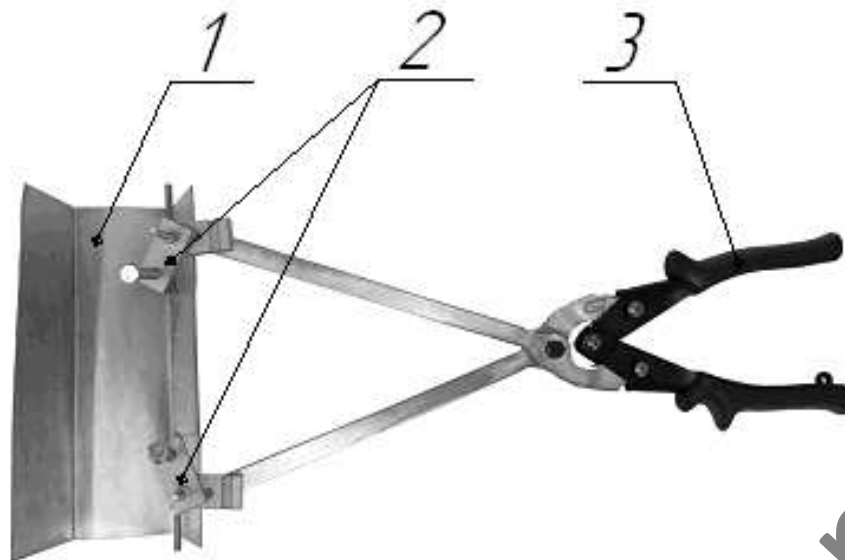

Рис. 1 Общий вид ПТСП.
3.1 ПТСП (рис.1) состоит из защитного откидного кожуха 1, зажимов 2, фиксирующих свариваемые провода в термитном патроне и клещей 3.